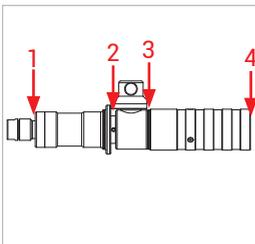

Abbildung 12
- ▶ Überprüfen Sie folgende Messstellen (Abbildung 12):
- WEH® Servicenippel (1)
- Führungshülse und Drehdurchführung (2)
- Drehdurchführung und Schutzhülse (3)
- Verschraubung (4)